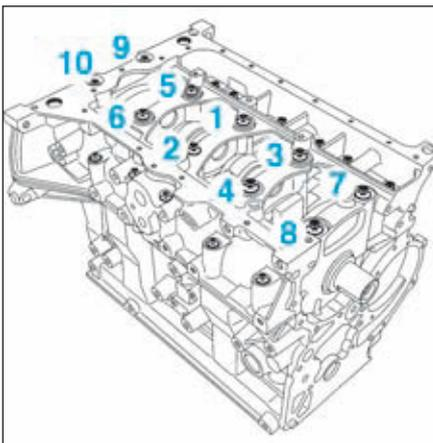

FIG.63
- Reposer le carter chapeau de paliers de vilebrequin en respectant l'ordre de serrage suivant et le couple prescrit (Fig.63).
- Reposer le carter de chapeau de palier de vilebrequin avec des vis neuves en respectant l'ordre suivant et le couple de serrage prescrit (Fig.63).